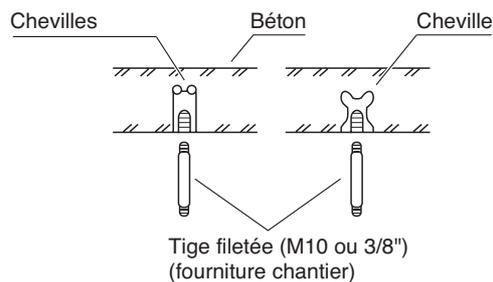

Fig. 3-1
- (1) Fixez solidement les tiges filetées dans le plafond conformément à la méthode illustrée dans les schémas (figures 3-1 et 3-2), en les attachant dans la structure du support pour plafond ou au moyen de toute autre méthode garantissant une suspension solide et sûre de l'unité.